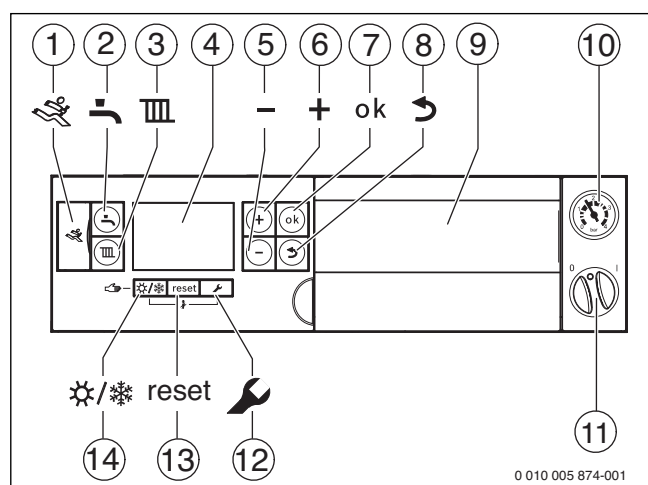

Рис. 6 Панель управления с открытой крышкой
- Установленный в котёл пульт управления с регулированием по наружной температуре (→ рис. 6).